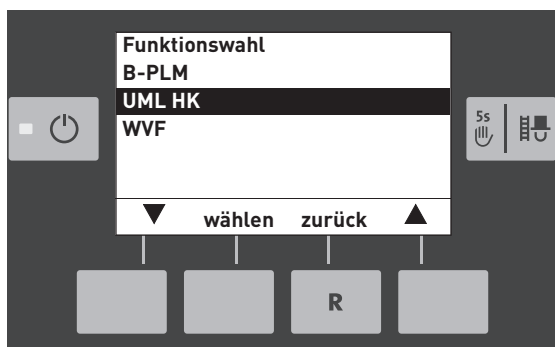

Fig. 17
- ▶ Funktionsmodul Heizkreis z.B. "UML HK" auswählen – Fig. 17.